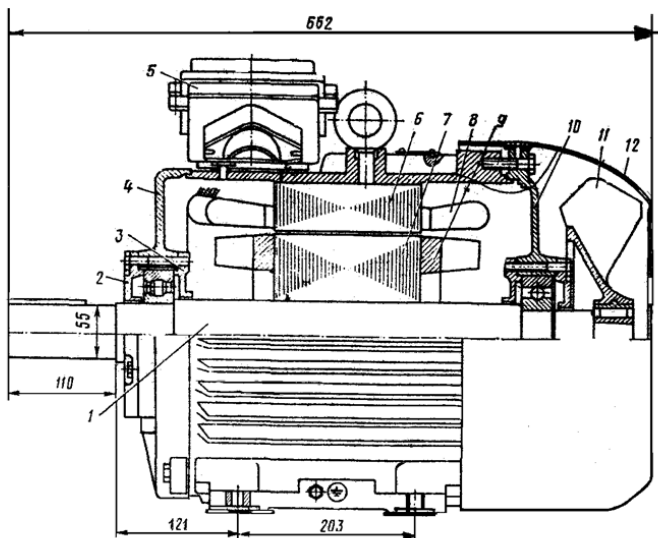

Рис. 1. Общий вид асинхронного двигателя с высотой оси вращения $h = 180$ мм; степень защиты IP44; способ охлаждения IC0141.
3. Назовите элемент 5, изображённый на рис. 1.